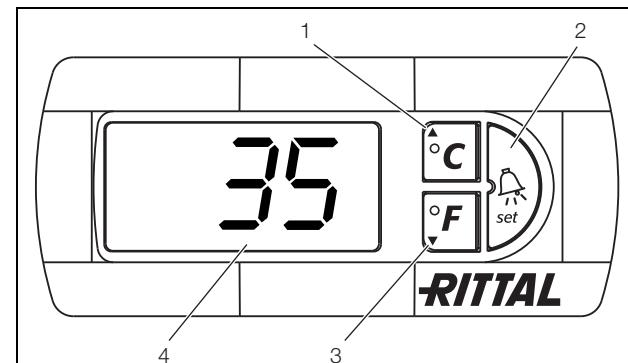

Fig. 12: e-Comfortcontroller
Das Kühlgerät arbeitet automatisch, d. h. nach Einschalten der Stromversorgung läuft der Verdampferventilator (siehe Abb. 2) an und wälzt die Schrankinnenluft um. Verdichter und Verflüssigerventilator werden durch den e-Comfortcontroller geregelt. Der e-Comfortcontroller verfügt über eine 7-Segment-Anzeige (Abb. 12, Pos. 4). Auf ihr wird nach dem Einschalten der Stromversorgung zunächst für ca. 2 Sek. die aktuelle Softwareversion angezeigt. Danach eine voreingestellte Option (z. B. t10) bzw. die Temperatur.
Die Programmierung des Gerätes nehmen Sie über die Tasten 1 – 3 (Abb. 12) vor. Die Parameter dazu erscheinen ebenfalls in der Anzeige.
- Drücken Sie gleichzeitig die Tasten 1 und 2 (Abb. 12) für mind. 5 Sek.
Mit den Tasten 1, 2 und 3 (Abb. 12) können Sie 24 Parameter innerhalb der vorgegebenen Bereiche (Min.-Wert, Max.-Wert) verändern.